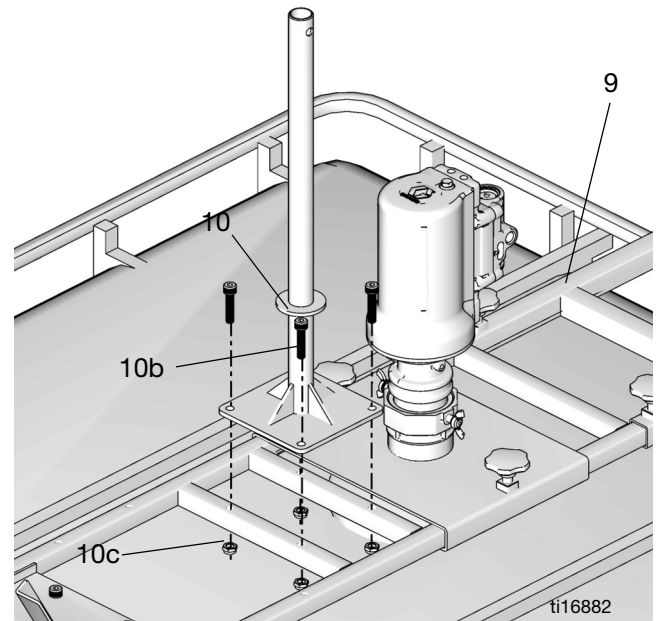

図 16
2. リールブラケット(10)をトップブラケット(9)に取り付けます。4本のネジ(10b)とナット(10c)で、その位置に固定します(図 16)。